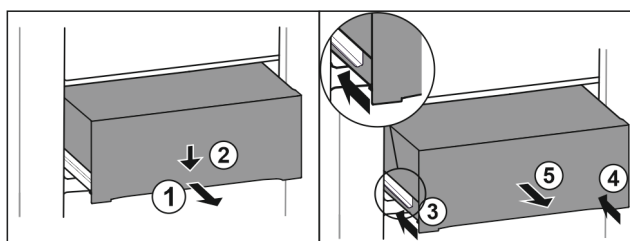

Fig. 121
- ▶ Trekk skuffen ut halvveis. Fig. 121 (1)
- ▶ Skyv skuffen foran nedover. Fig. 121 (2)
- ▶ Sett inn den venstre skinnen ca. 2 cm. Fig. 121 (3)
- ▶ Sett inn den høyre skinnen ca. 2 cm. Fig. 121 (4)
- ▶ Ta ut skuffen framover. Fig. 121 (5)